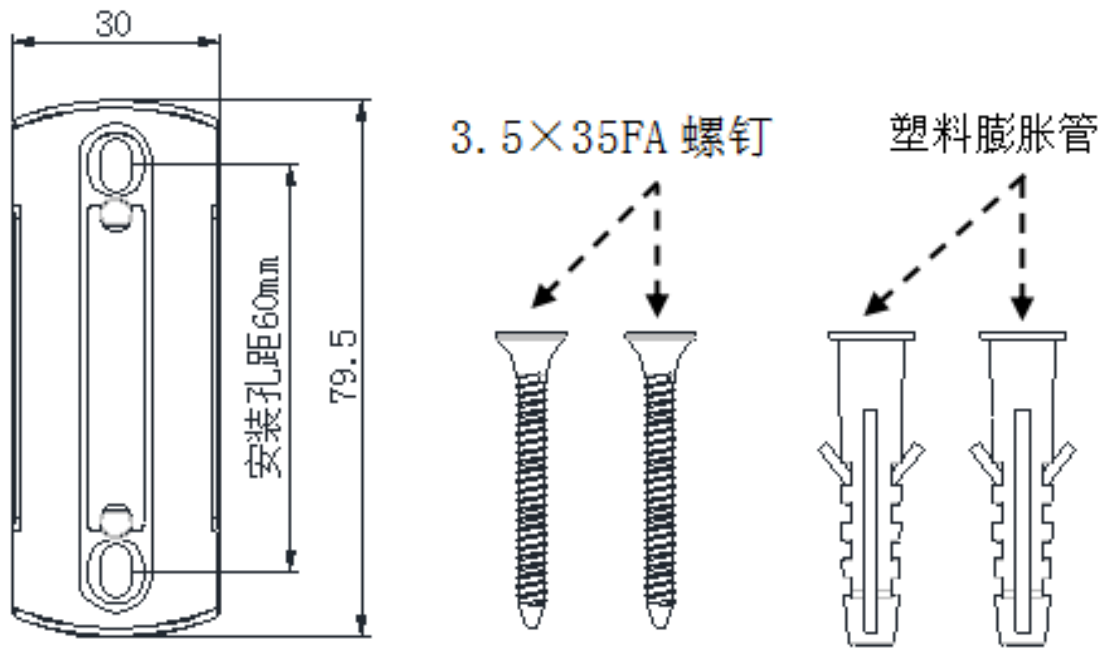

图 2 TW3201 无线网关底座及固定配件
- 2、网关可采用吸顶安装或壁挂安装。底座及固定配件如图 2 所示（单位：mm）：